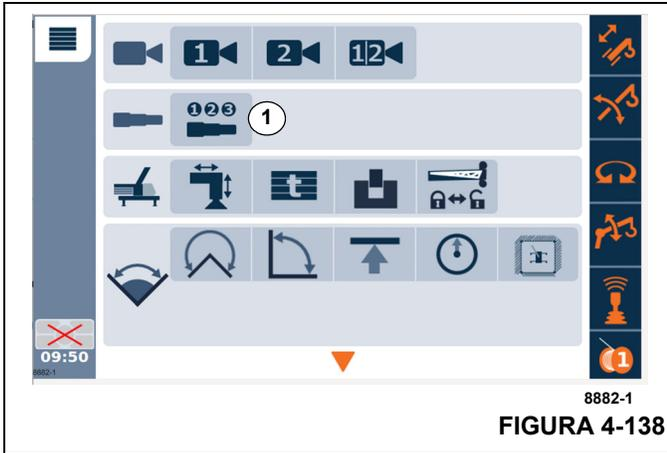

FIGURA 4-138
- Abra el menú de telescopización semiautomatizado (1, Figura 4-138).